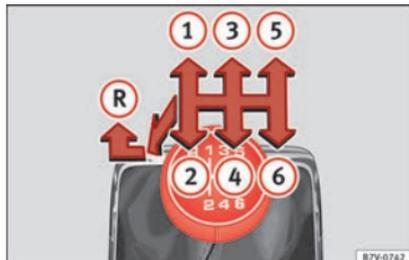

Fig. 47 Esquema de uma caixa de velocidades manual de 6 velocidades.
Na alavanca das mudanças indicam-se as posições das marchas » **Fig. 47**.
- Com a alavanca das mudanças em ponto morto, pressione-a para baixo, mova-a para a esquerda até ao fim e depois para a frente para selecionar a marcha-atrás » **Fig. 47**